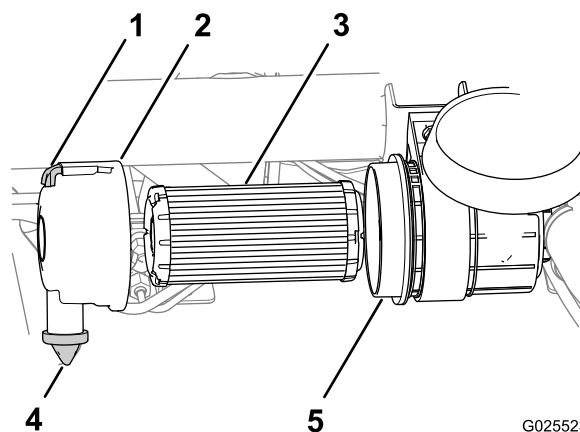

Bild 40
1. Ziehen Sie den Riegel nach außen und drehen Sie die Luftfilterabdeckung nach links (Bild 40).
- Nehmen Sie den Luftfilter vom Gehäuse ab (Bild 40).
- Wischen Sie die Innenseite der Luftfilterabdeckung und des Luftfiltergehäuses ab (Bild 40).
- Nehmen Sie das Staubventil aus Gummi von der Abdeckung ab (Bild 40).
- Reinigen Sie den Schmutzauswurfanschluss in der Luftfilterabdeckung, den Hohlraum des Staubventils und ersetzen Sie das Schmutzventil (Bild 40).
- Setzen Sie den neuen Luftfilter ein. Drücken Sie auf den äußeren Rand des Filters, um ihn im Luftfiltergehäuse zu platzieren (Bild 40).
- Fluchten Sie die Luftfilterabdeckung mit dem Staubventil an der 6-Uhr-Stellung aus (vom linken Ende der Abdeckung gesehen) (Bild 40).
- Befestigen Sie den Riegel der Luftfilterabdeckung (Bild 40).